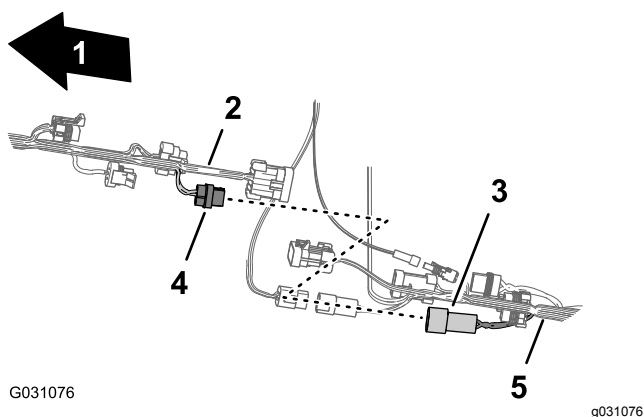

Figura 90
4. Collegate il connettore a 2 pin del cablaggio anteriore per la pompa di lavaggio al connettore a 2 prese del cablaggio posteriore per la pompa di lavaggio (Figura 90).